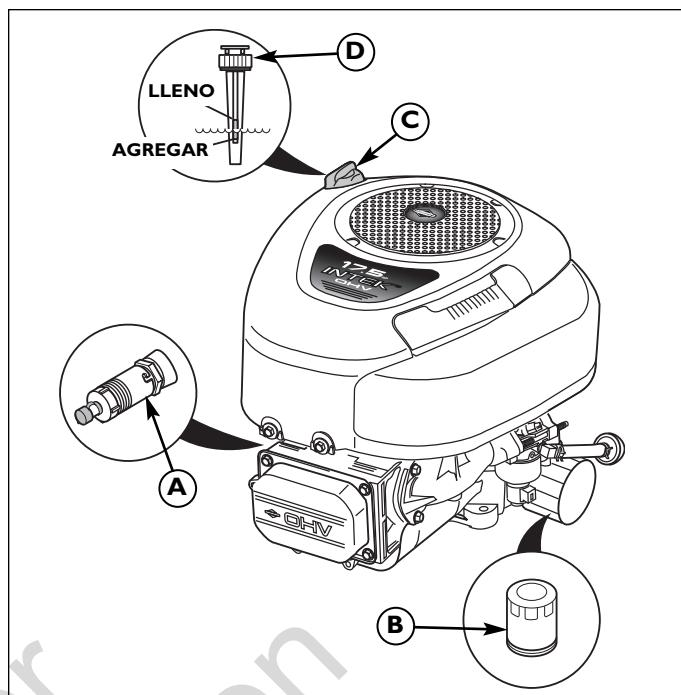
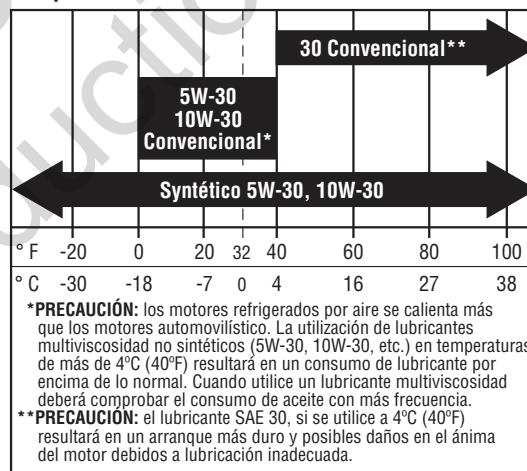

Figura 22. Modelos Briggs & Stratton de un cilindro
Figura 25. Aceite del motor recomendado: Modelos Briggs & Stratton
2. Limpie el área alrededor de la varilla para medición del nivel (C, Figura 22 ó 23).
3. Retire la varilla para medición del nivel (C) y límpiala con una toalla de papel.
4. Introduzca la varilla para medición del nivel (C) nuevamente en el motor. Vuelva a colocar la tapa en el tubo.
5. Retire la varilla para medición del nivel y verifique el nivel del aceite. El nivel de aceite debe estar entre las marcas LLENO y AGREGAR de la varilla (D). Si no es así, agregue aceite de acuerdo con el gráfico de recomendaciones de aceite (Figura 25).
- Coloque un recipiente adecuado de 3,8 L (4 cuartos de galón) de capacidad bajo la válvula de drenaje de aceite (A, Figura 22 ó 23).
- Suelte o retire la varilla para medición del nivel (C, Figura 22 ó 23).
- Limpie el área alrededor de la varilla para medición del nivel (C, Figura 22 ó 23) y la válvula de drenaje de aceite (A).